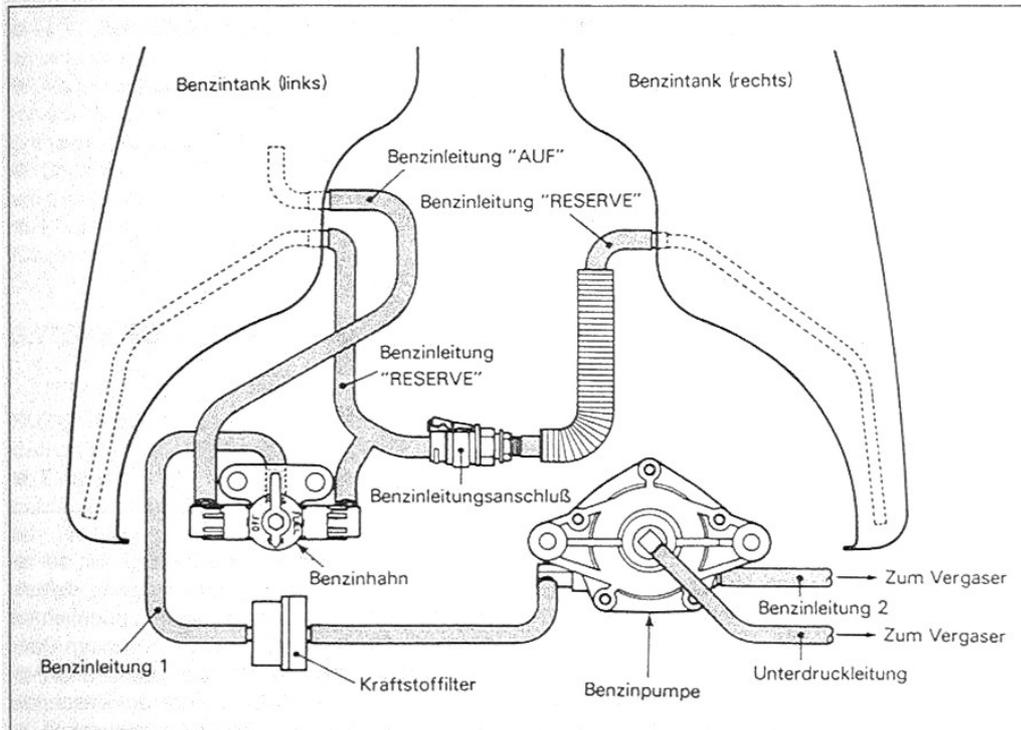

Bild 14
- Neuen Filter wieder installieren (Bild 14), Kraftstoffhahn auf ON drehen und sichergehen, dass kein Kraftstoff ausläuft.